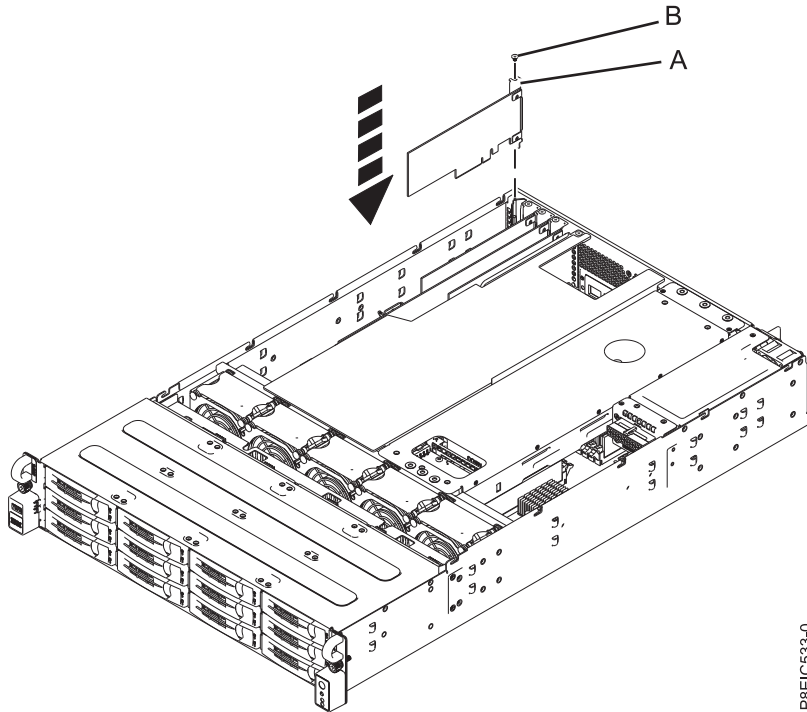

Figure 40. Installation de la carte PCIe Gen3 SAS/SATA RAID (FC EC3S) (A) et de la vis (B)
- d. Insérez la carte RAID de remplacement (A) dans l'emplacement de la carte PCIe du fond de panier système en alignant la carte correctement et en l'insérant entièrement dans l'emplacement.
- e. Insérez la vis de fixation (B) et vissez-la pour fixer la carte PCIe dans le système, comme illustré dans la figure 40, à la page 62.